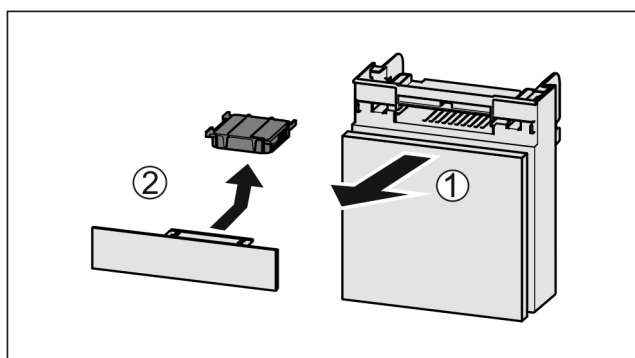

Fig. 109
- Vytiahnite zásuvku smerom dopredu Fig. 109 (1).
- Vyberte aktívny uhlíkový filter Fig. 109 (2).